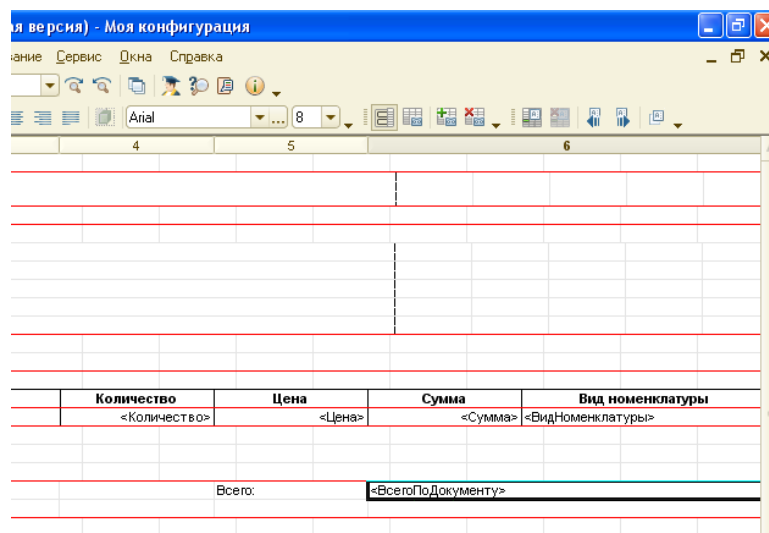

Рисунок 104 Редактирование макета печати
- В созданной области, в колонке **Цена** напишите «ВСЕГО:». В колонке **Сумма** напишите «ВсегоПоДокументу» (рис. 104).